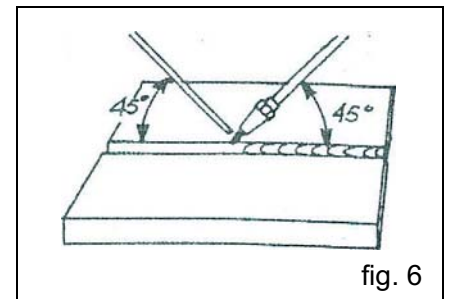

fig. 6
Chauffer avec la pointe du dard de la flamme l'extrémité droite du joint jusqu'à obtention de la température de "mouillage", c'est à dire la température nécessaire à la fusion (état pâteux) de la baguette de laiton. Continuer lentement vers la gauche, de manière à former un cordon continu, en maintenant le chalumeau et la baguette de laiton dans la position indiquée sur la Fig.6.
- Positionner le chalumeau afin que le bec forme un angle d'environ 45° avec la pièce à assembler (voir fig. 6 chapitre soudobrasage).